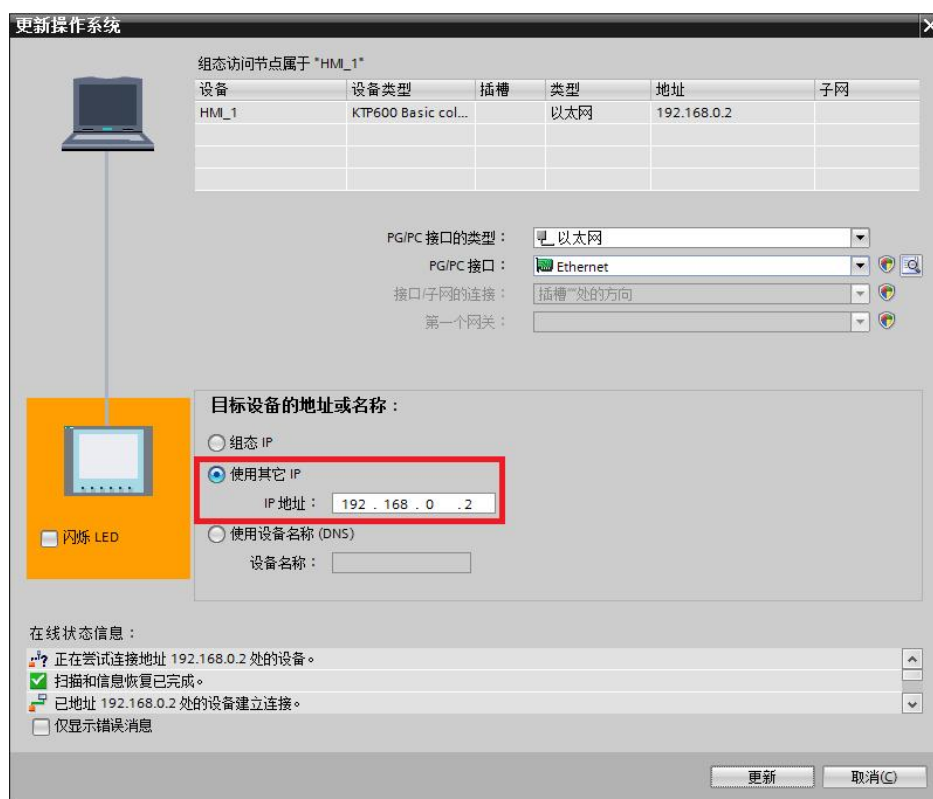

图 5-8
2. 弹出“更新操作系统”对话框，在目标设备的地址或名称选中选择使用其它 IP，填入待更新系统的面板的 IP（本例中面板的 IP 为 192.168.0.2），软件将自动扫描出可连接设备，使能“更新”按钮。如图 5-8 所示。